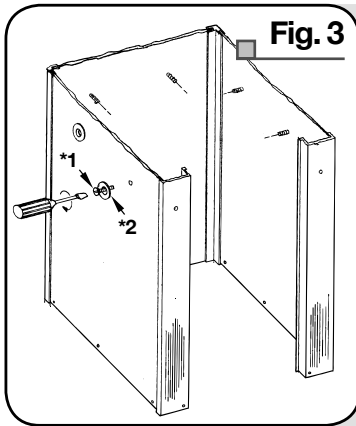

Fig. 3
3. Insert a 1/4" - 20 Flat Head Machine Screw through the hole in molded Safety Rail Washer. Note that there are two holes punched in the center of each panel. Screw the washer/screw assembly into each hole from outside as shown. Do not overtighten! (Fig. 3)
3. Inserte un tornillo de cabeza plana para máquina 1/4" - 20 en la arandela para la baranda de seguridad. Observe que hay dos orificios perforados en el centro de cada panel. Atornille el conjunto de arandela/tornillo en cada uno de los orificios desde afuera, como se muestra. ¡No apriete demasiado! (Fig. 3)
3. Insérez une vis à tête plate n° 20 de 1/4 po dans le trou de la rondelle de la rampe d'appui moulée. Repérez les 2 trous au centre de chaque panneau. Serrez une vis avec une rondelle dans chaque trou à partir de l'extérieur, comme dans la figure. Ne serrez pas trop ! (Fig. 3)